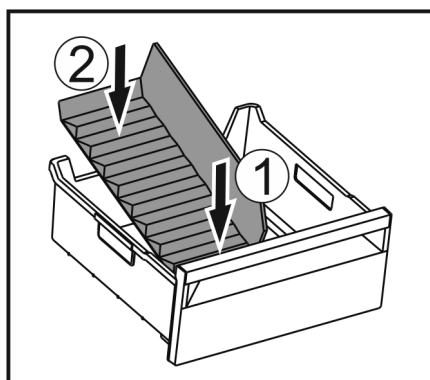

Fig. 154
- ▶ Vložte přední část přepážky přihrádky na led. Fig. 154 (1)
- ▶ Zadní část přepážky přihrádky na led spusťte až na dno zásuvky. Fig. 154 (2)